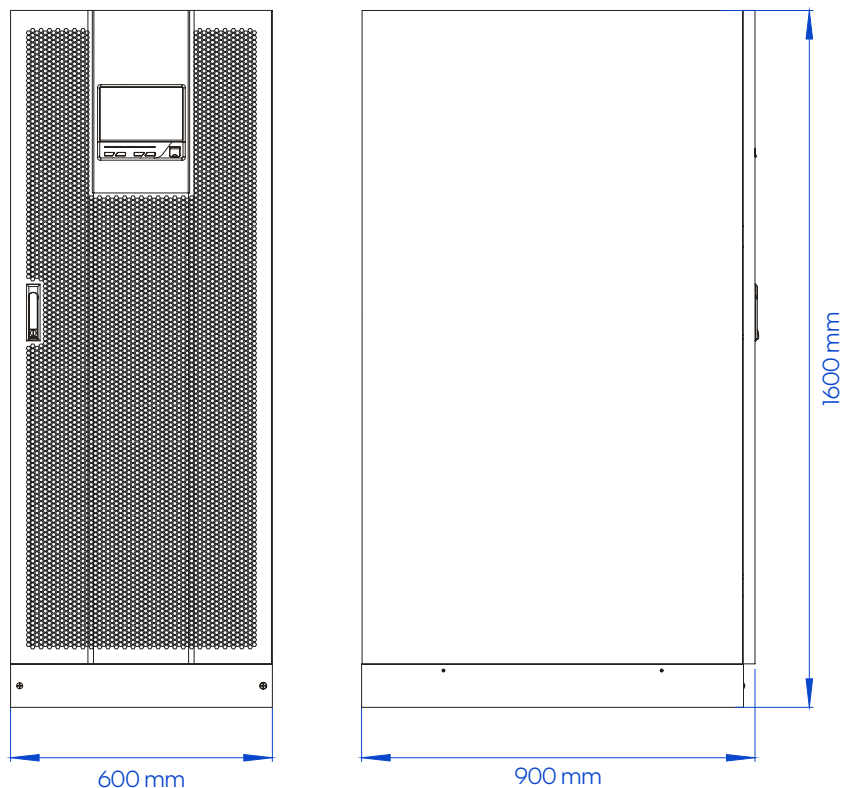

Figura 3-14 Tamaño de UPS-IND 13160 HF, UPS-IND 13200 HF
1. Determine y planifique la posición de instalación de acuerdo con el tamaño del UPS (como se muestra en la figura 3-14) y el requisito de espacio libre de instalación (consulte 3.2.3 Instalación).